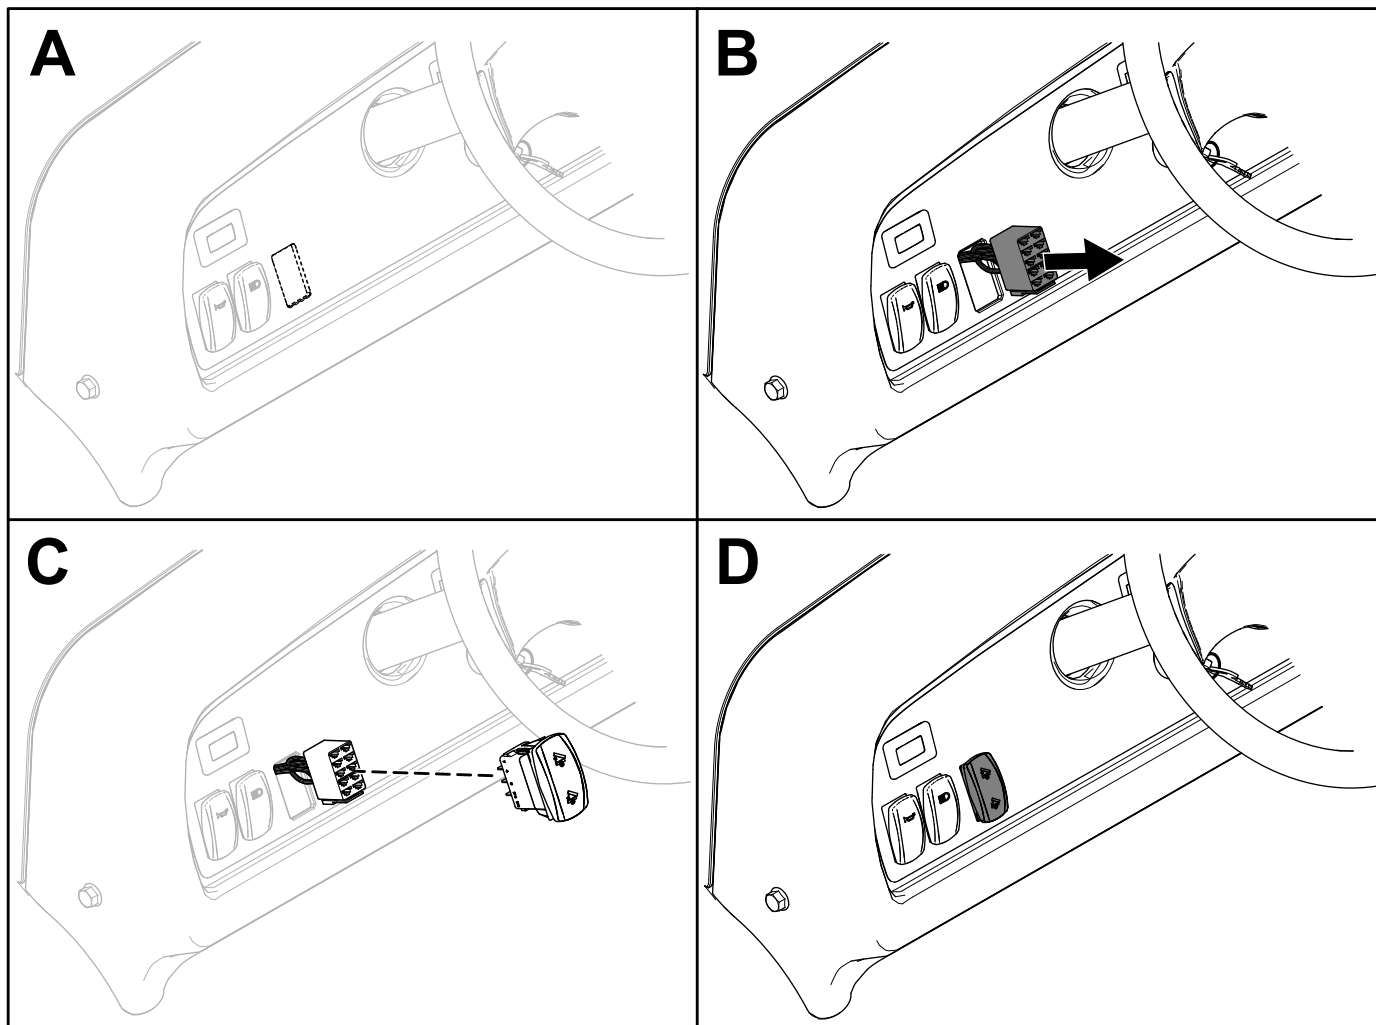

Figura 8
1. Corte a abertura no autocolante do painel de instrumentos para o interruptor (caixa A de Figura 8).
2. Instale o conector do interruptor através da abertura no painel de instrumentos (caixa B da Figura 8).
3. Instale o interruptor no conector do interruptor (caixa C da Figura 8).
4. Certifique-se de que o interruptor está devidamente orientado (caixa D da Figura 8).